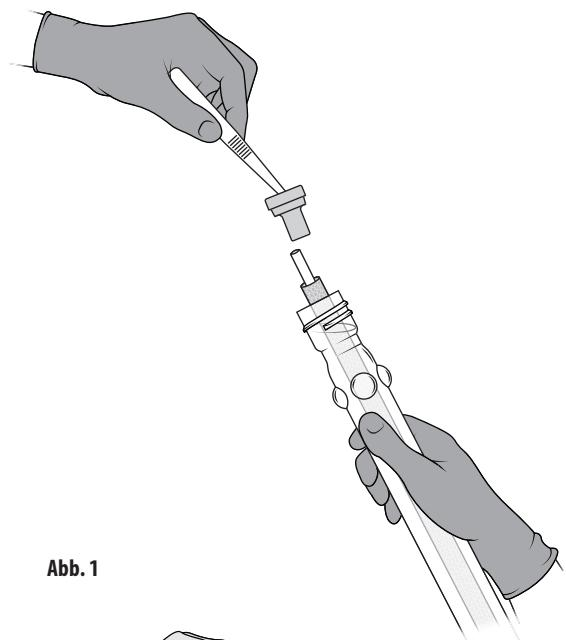

Abb. 1
3. Die Kappe entfernen und entsorgen. Den Stopfen mit einer Pinzette entfernen und entsorgen. Die Pinzette muss ebenfalls entsorgt werden, da sie jetzt als unsteril gilt. Abb. 1.